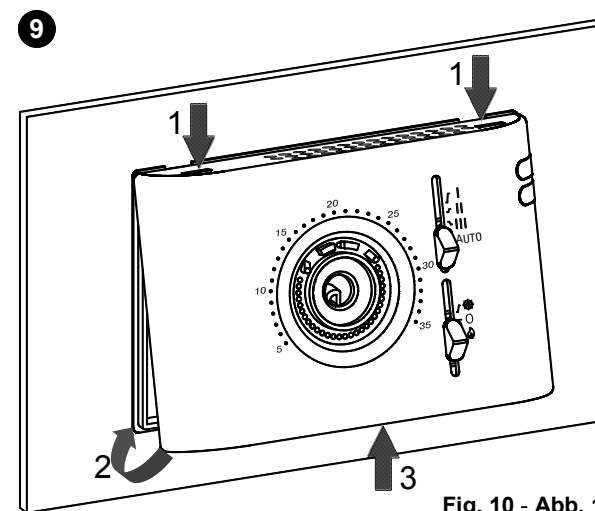

Fig. 10 - Abb. 10
- Girar la tapa haciendo que los interruptores a corredera coincidan con los relativos conmutadores y empujar hacia el interno la lengüeta de plástico ubicada en la parte inferior de la base (indicada por la flecha en Fig. 10) en este punto ejercitar una presión que haga enganchar la misma al interno del orificio ubicado en el costado inferior de la tapa. A este punto verificar la correcta posición de los interruptores a corredera.
- Tourner la calotte en faisant en sorte que les glissières coïncident avec leurs commutateurs respectifs et pousser la languette en plastique située sur la partie inférieure de la base vers le bas (la languette est indiquée par une flèche sur la Fig. 10) ; exercer une pression jusqu'au déclenchement de la languette de fixation en plastique à l'intérieur de l'orifice sur le côté inférieur de la calotte. Vérifier ensuite que les glissières coulisent correctement.